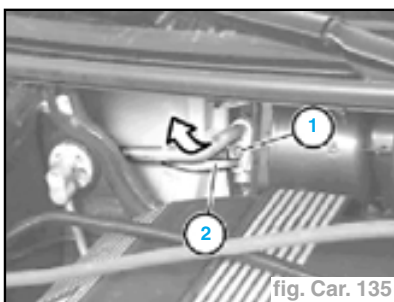

fig. Car. 135
- dévisser l'écrou (1) et mettre le tube double (2) de côté (fig. Car. 135).